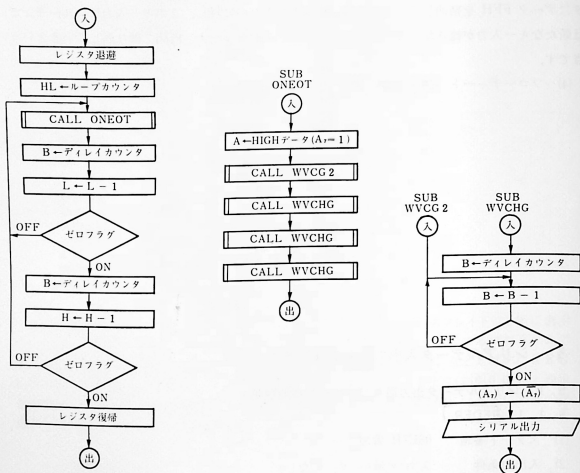

図10.21
(4) フローチャート 図10.21にフローチャートを示します。
(5) 使用例 モニタサブルーチン SRIOT参照